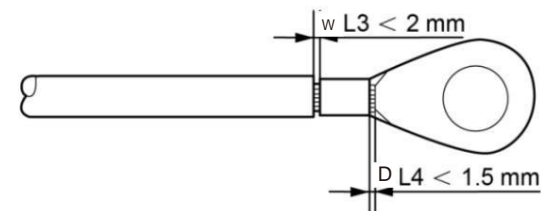

Figura 3.16 Pelar el cable
- 4) Inserte el cable pelado en el área de engarzado del terminal OT y use la abrazadera hidráulica para asegurar el terminal al cable (vea la Figura 3.16).